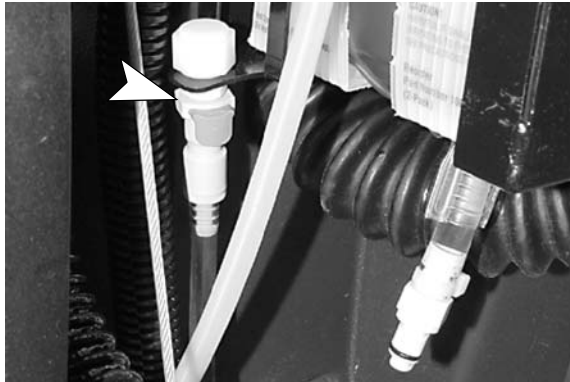

FIG. 12
3. Lorsque vous n'utilisez pas le tuyau d'alimentation, veillez à le brancher sur le bouchon de stockage (Figure 12). Ceci permet d'éviter que le système de solution FaST sèche et obstrue le tuyau d'alimentation.